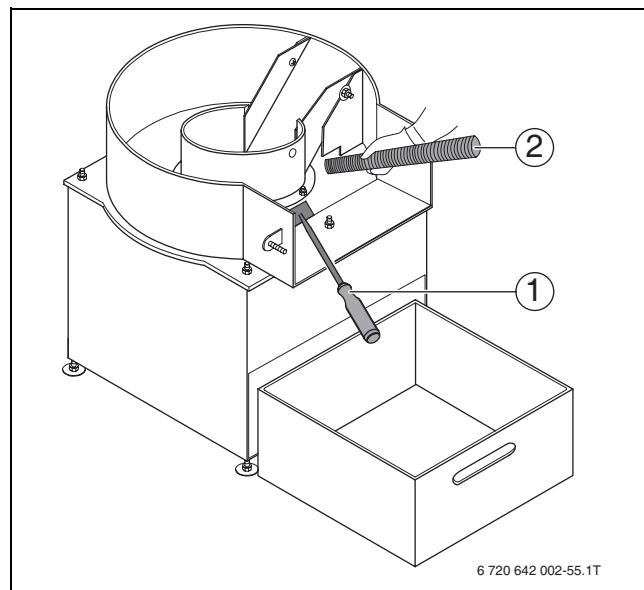

Fig. 31 Pulire la camera di combustione
- Spazzare la cenere dalla camera di combustione nel cassetto ceneri, per mezzo di un raschietto (accessorio) (→ fig. 31, [1]).